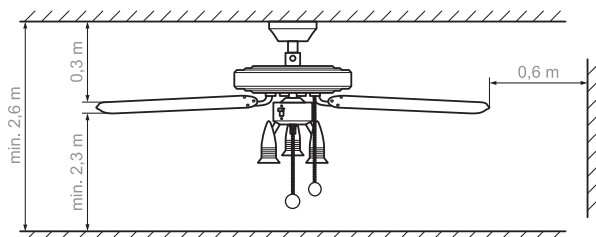

Bild 1: Angivelser för minsta avstånd till fläkten
- Minsta avstånd från bladens spetsar till golvet måste vara 2,30 m i monterat tillstånd. Avståndet mellan blad och tak ska vara minst 0,30 m. Avståndet i sidled till väggar eller andra föremål ska vara minst 0,60 m (se bild 1).